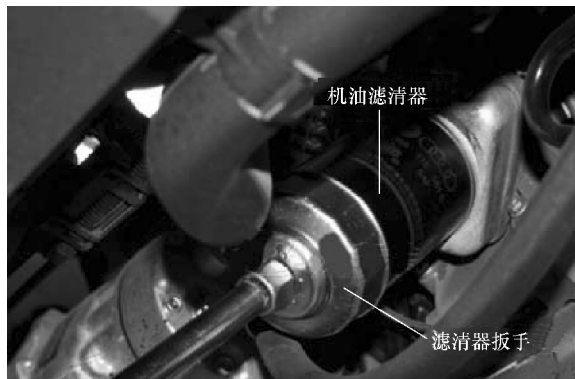

图 22-8 卸下机油滤清器
- 2) 当旧机油放净时，用滤清器扳手卸下机油滤清器，如图 22-8 所示。